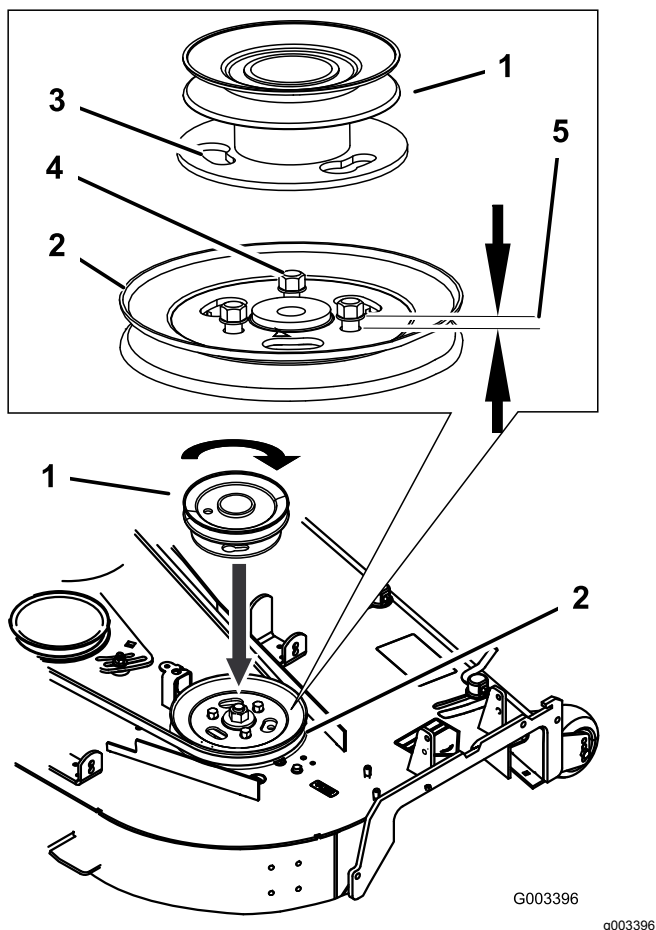

Figura 9
1. Afloje, pero no retire, los pernos prisioneros de la polea de la plataforma del cortacésped (Figura 9).
2. Alinee el conjunto de polea nuevo de manera con los huecos encima de las cabezas de los pernos de las poleas (Figura 9).
3. Gire la polea para bloquearla en esa posición (Figura 9).